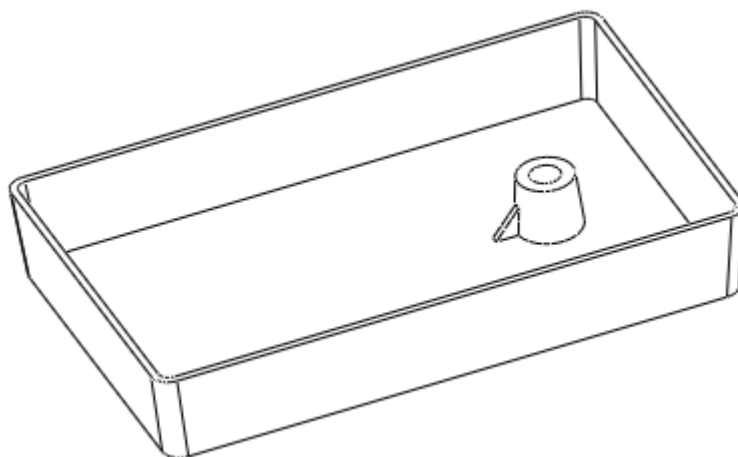

图 46-20
- (6) 单击  按钮，完成特征的建立，结果如图 46-20 所示。